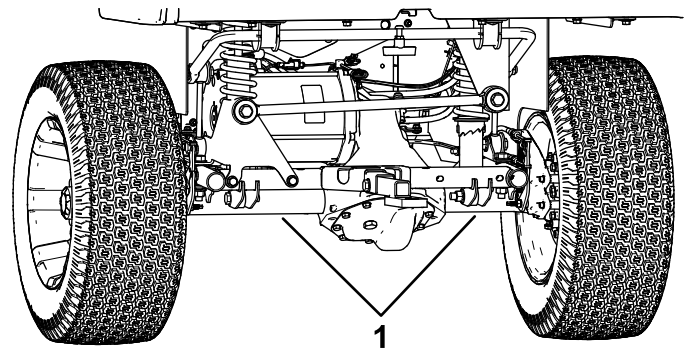

Figura 28
- Il punto di sollevamento nella parte posteriore della macchina si trova sotto i tubi dell'assale (Figura 28).